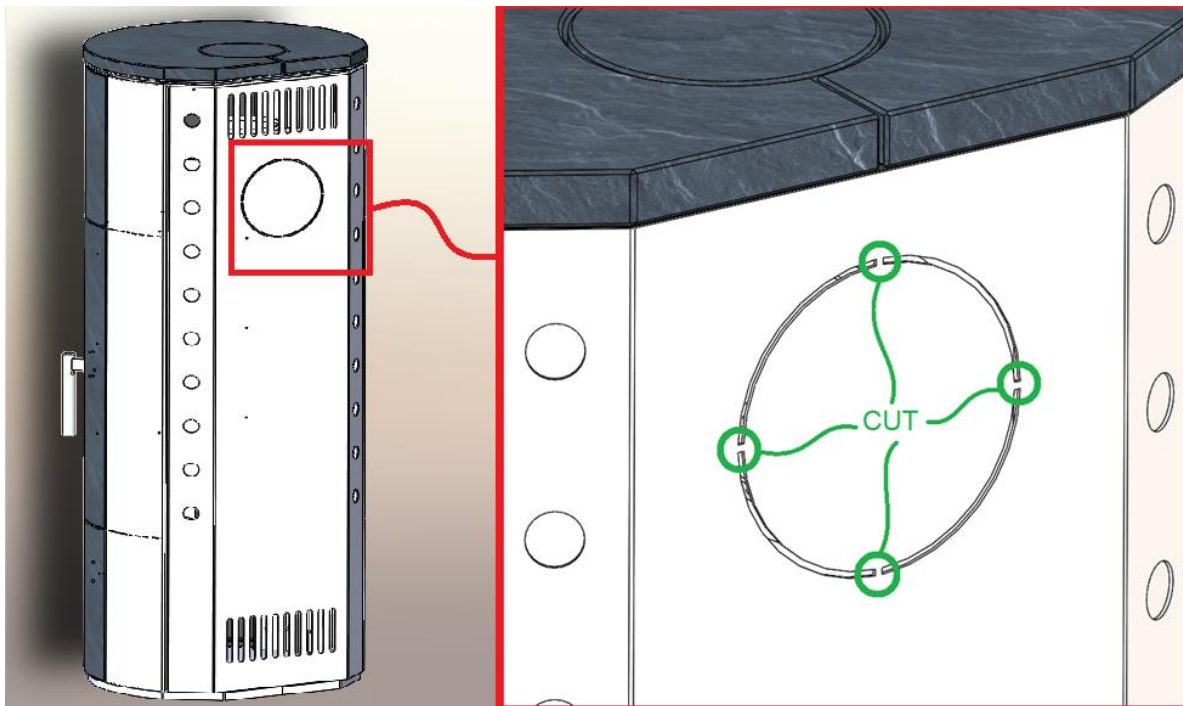

Figura 1 Sezionamento delle microconnessioni sul retro
2. Figura 1 Sezionamento delle microconnessioni sul retro	Pagina 5